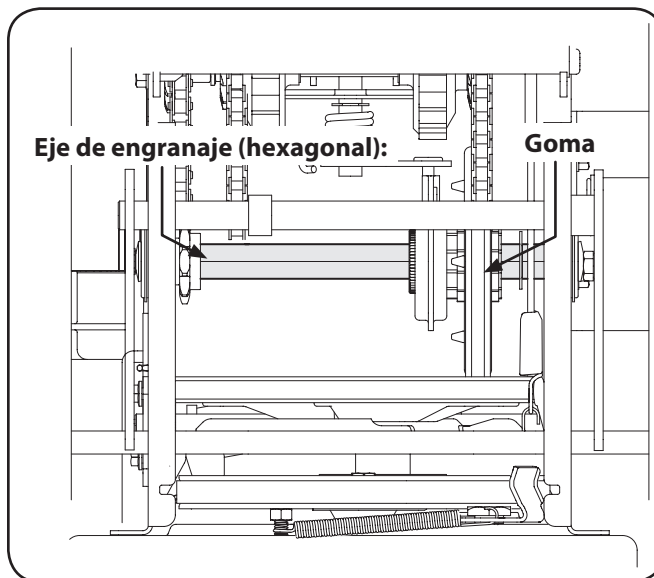

Figura 6-3
3. Aplique una capa ligera de aceite de motor (o aceite 3-en-1) al eje hexagonal. Vea la Figura 6-3.